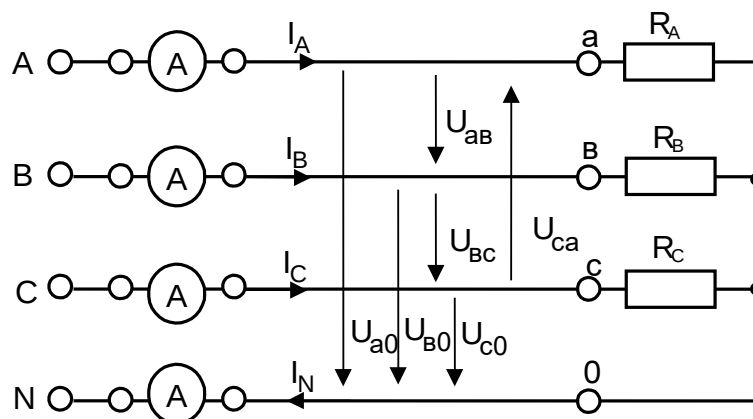
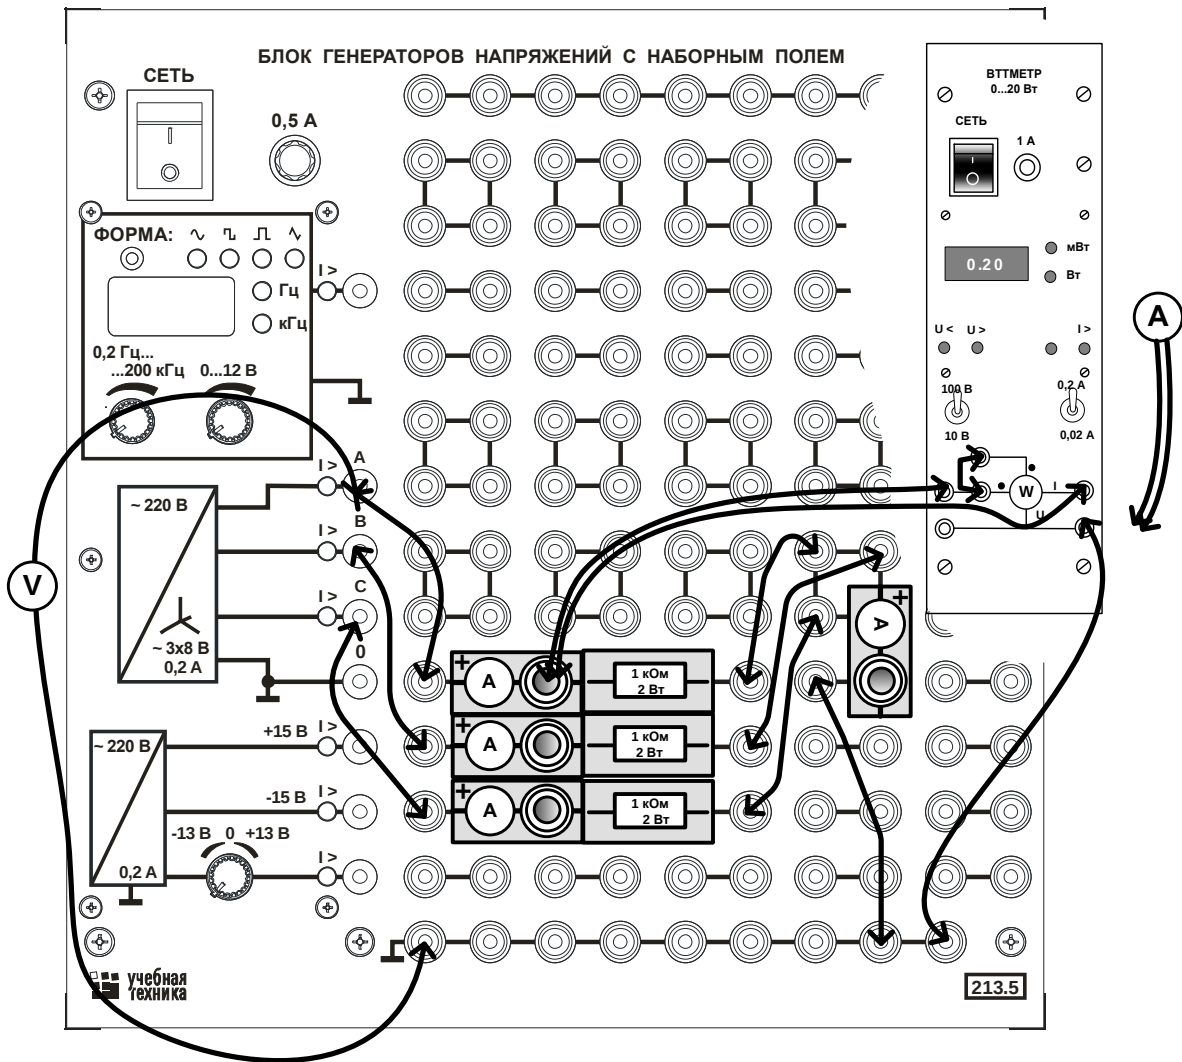

Рис. 4.1. Трёхфазная цепь по схеме «звезда».
Рис. 4.4. Монтажная схема.
Если нагрузки (приемники) соединены в трехфазную цепь по схеме «звезда» (рис. 4.1), то к сопротивлениям нагрузки приложены фазные напряжения. Линейные напряжения (U_L) в $\sqrt{3}$ раз больше фазных (U_Φ), а линейные токи (I_L) равны фазным (I_Φ) и определяются по закону Ома:
- Соберите цепь с симметричной активной нагрузкой ($R_A = R_B = R_C = 1 \text{ кОм}$) согласно принципиальной схеме (рис. 4.1) и монтажной схеме (рис.4.4).